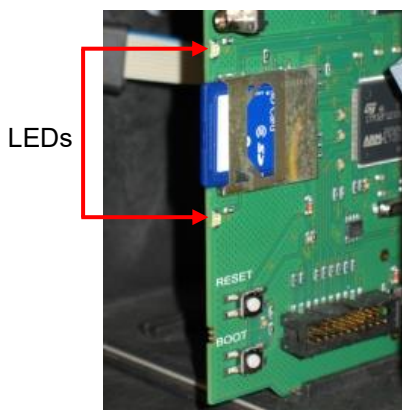

Abbildung 30
8. Der Testomat® startet neu und führt das Update durch. In diesem Modus werden keine Textausgaben gemacht, sondern der Status wird über die LEDs der SD-Karte (siehe Abbildung 30) sowie die LEDs auf der Steuerplatine (siehe Abbildung 32 auf Seite 67) angezeigt. Der Programmierfortschritt wird als Balken mit 5 LEDs auf der Steuerplatine angezeigt: Zuerst blinkt nur LED1 (nahe dem Steckverbinder zur Grundplatine) einmal alle 2 Sekunden, später leuchtet sie dauerhaft, und die nächste LED fängt an zu blinken. Der Vorgang wiederholt sich so lange, bis alle LEDs permanent leuchten. Das Firmware-Update ist damit abgeschlossen. Der Testomat® wird automatisch mit der neuen Betriebssoftware gestartet. Das komplette Firmware-Update dauert ca. 70 Sekunden.
\* Position der LEDs siehe Abbildung 30 der Steuerplatine.